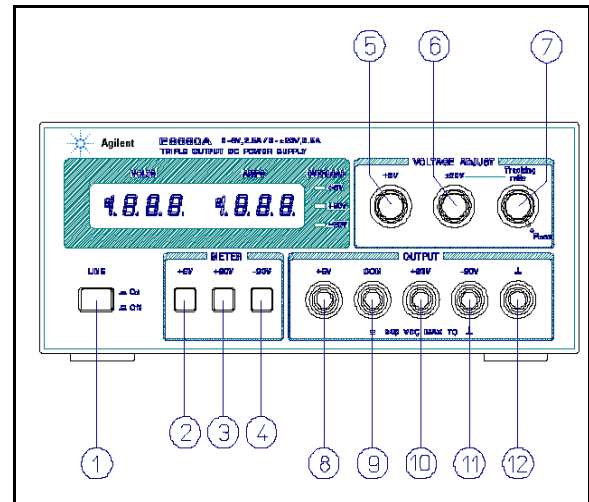

図 2. フロント・パネルの
以下の手順では、図 2 に示すフロント・パネル・コントロールとインジケータの使用方法を説明します。これにより、装置が正常に動作することを簡単に確認できます。装置が届いたら、負荷装置を接続する前に、以下の手順またはサービス情報セクションの詳細な性能テストに従ってください。
この出力装置は、個別に、直列または並列で使用することができます (並列および直列動作に関する説明を参照)。各出力端子はアースから絶縁されています。この共用 (COM) 端末やその他の端末は、フロートできるか、フロント・パネルにあるシャーシ接地端子 (図 2 の ⑫) に接続できます。ロードは $0 \sim \pm 20V$ の各出力端子と COM 端子間、 $0 \sim 40V$ 出力の -20V と +20V 端子間で個別に接続できます。各出力電圧や出力電流は、プッシュボタン式のメーター・スイッチですばやく選択して監視できます。 $0 \sim 40V$ 出力電圧を監視するには、+20V と -20V の出力電圧計の値を加算して電流を測定します。